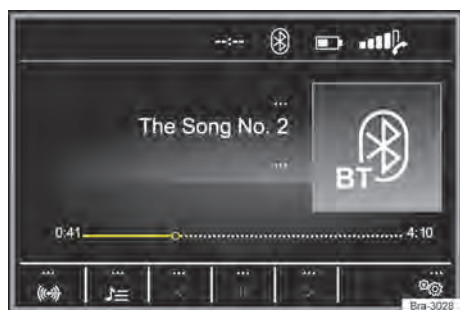
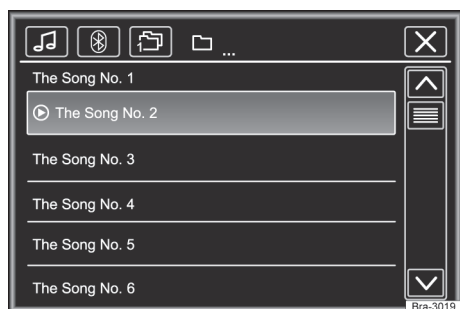

Fig. 134 Menu principal de mídia.
Fig. 135 Operação do rádio: lista de estações.
- Pressionar o botão **MEDIA** para abrir o menu principal **MEDIA** → Fig. 134.
As fontes de mídia que são reproduzidas atualmente são exibidas na superfície de função na parte inferior esquerda → Fig. 134.
Legenda da → Fig. 134 e → Fig. 135: